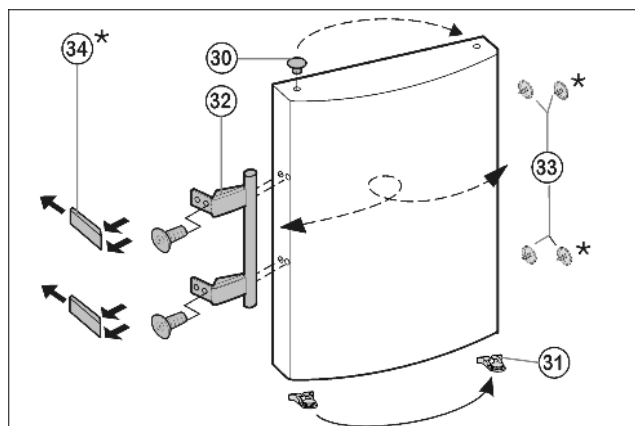

Fig. 7
- Zátky Fig. 7 (33) vyjměte z pouzdra ložisek dveří a přemístěte je.
- Madlo dveří Fig. 7 (32), zátky Fig. 7 (33) a krycí destičky\* Fig. 7 (34) odmontujte a přemontujte na protější stranu.